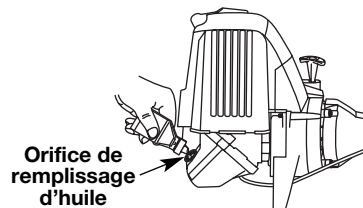

Fig. 2
- Retirez le bouchon / la jauge d'huile du carter-moteur. Versez tout le contenu de la bouteille d'huile dans le carter-moteur (Fig. 2).